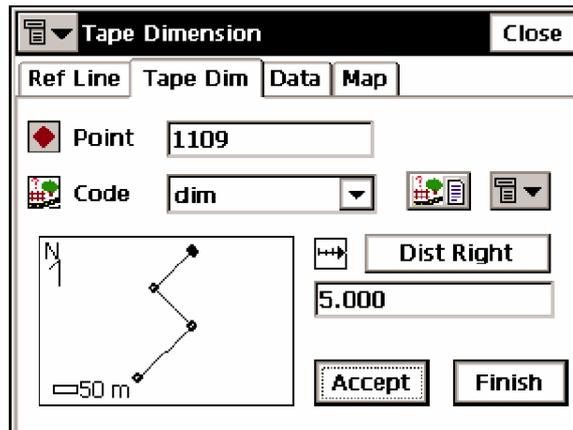

Рисунок 6-17. Обмеры рулеткой - рабочее окно
3. Выбрав вкладку *Tape Dim (Обмеры Рулеткой)*, задайте параметры съемки - имя и код снимаемой точки, направление (влево или вправо от предыдущей стороны) и расстояние, измеренное от предыдущей точки (рис. 6-17 на стр. 6-15).